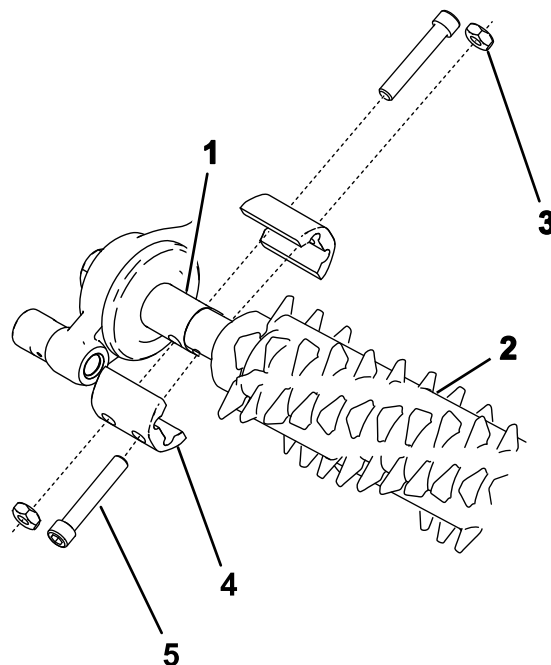

Рисунок 18
2. Совместите механическую щетку в сборе с короткими ведущими валами в блоке привода механической щетки и натяжным роликом в сборе (Рисунок 18).
3. Прикрепите механическую щетку к машине, как показано на Рисунок 18, и затяните болты.